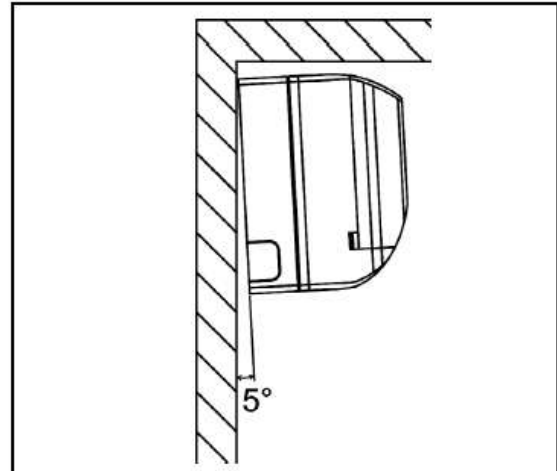

Imagen 8 – Inclinación de la unidad evaporadora
- Asegúrese que la unidad esté nivelada horizontalmente y con una inclinación de 5° hacia atrás para que se garantice el perfecto desagüe del condensado. Imagen 8.
Después de haber finalizado la instalación de la unidad evaporadora, con la inclinación adecuada (5°), Imagen 8, retire la protección plástica de la unidad y coloque agua en la bandeja; ésta deberá ir directamente a la bandeja por medio del tubo. En caso contrario, revise la inclinación de la unidad (o el nivel) o si existen restricciones / obstrucciones en la tubería.